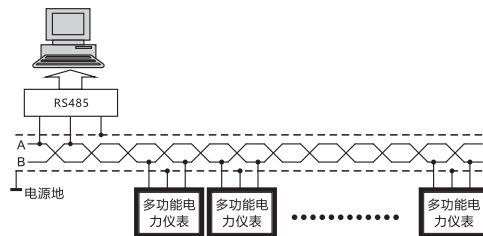

图2 T型网络的连接方式
5.5.1.4 仪表提供串行异步半双工RS485通讯接口, 采用Modbus-RTU协议, 各种数据信息均可在通讯线路上传送。在一条线路上可以同时连接多达32个网络电力仪表, 每个电力仪表可设定不同通讯地址(Address No.), 不同系列仪表的通讯接线端子号码不同, 通讯连接应使用带有铜网的屏蔽双绞线, 线径不小于0.5平方毫米。布线时应使通讯线远离强电电缆或其他强电场环境, 推荐采用T型网络的连接方式(见图2), 不建议采用星形或其他连接方式。